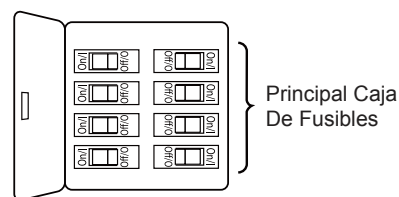

Figura 1
1. Retire los dos tornillos de fijación del soporte y las tuercas y conserve para su reinstalación en el Paso 4 de la página 32. Desmonte la carcasa de la cubierta superior extrayendo los seis tornillos ubicados en la parte superior de la unidad del motor y guárdelos para el paso 3. Gírela cuidadosamente y levante la carcasa. (Figura 1)
1. Extraiga la pieza de la bola colgante de la unidad de la bola colgante / varilla aflojando el tornillo de presión de la bola colgante hasta que la bola se libere de la varilla. Retire el pasador del barral y luego extraiga la semiesfera. Conserve el pasador y la semiesfera para su reinstalación en el Paso 6. (Figura 1)
Para evitar una posible descarga eléctrica, asegúrese de cortar la alimentación eléctrica de la caja de fusibles principal antes de colgar el ventilador. (Figura 1)
1. Para configurar el código de unidad del receptor. Deslice los interruptores de código a las mismas posiciones que en el transmisor. (Figura 1)